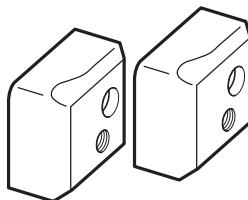

Fig. 24
- Cutter (Fig. 24)(Code No. 319706)